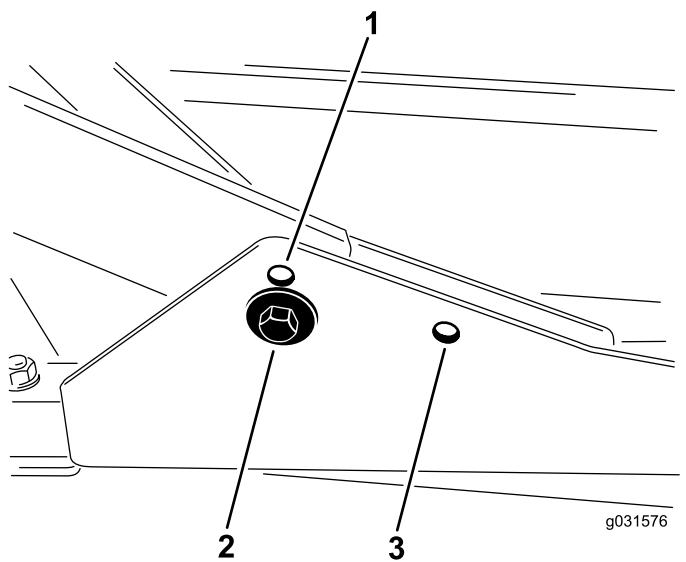

Figura 17
- Para alturas de corte en el intervalo de 2 a 7,6 cm, los bastidores de tiro delanteros deben montarse en los taladros de montaje delanteros inferiores (Figura 17).
montarse en los taladros de montaje delanteros superiores (Figura 17).
Para todas las alturas de corte, la unidad de corte trasera debe montarse en los taladros de montaje traseros (Figura 17).